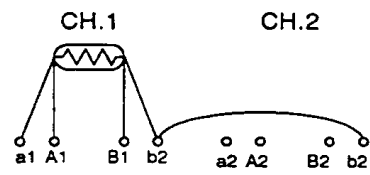

图.2
- (2) 跳过未使用通道端子 a 和 b 之间的其它端子(见下图 2)。